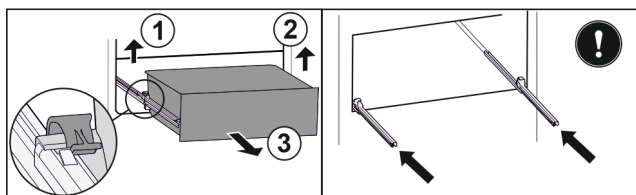

Fig. 106
- ▶ Lyft vänster klämma och dra samtidigt utdragslåda till vänster framåt. Fig. 106 (1)
- ▶ Lyft höger klämma och dra samtidigt utdragslåda till höger framåt. Fig. 106 (2)
- ▶ Ta ut utdragslåda genom att dra den framåt. Fig. 106 (3)